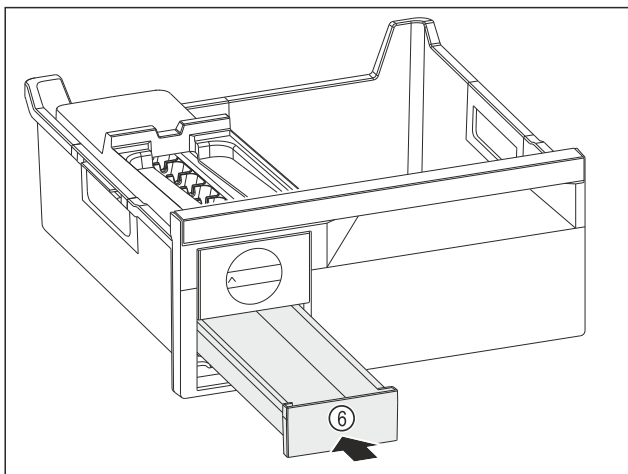

Fig. 79
- ▶ Spingere verso l'interno il cassetto del ghiaccio Fig. 79 (6).